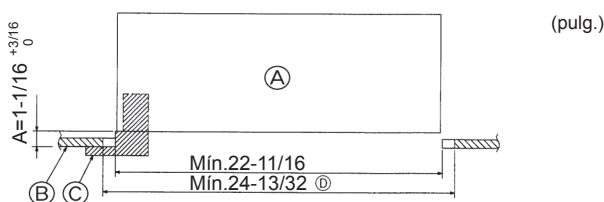

Fig. 7-2
7.2. Preparación para conectar la rejilla (Fig. 7-2)